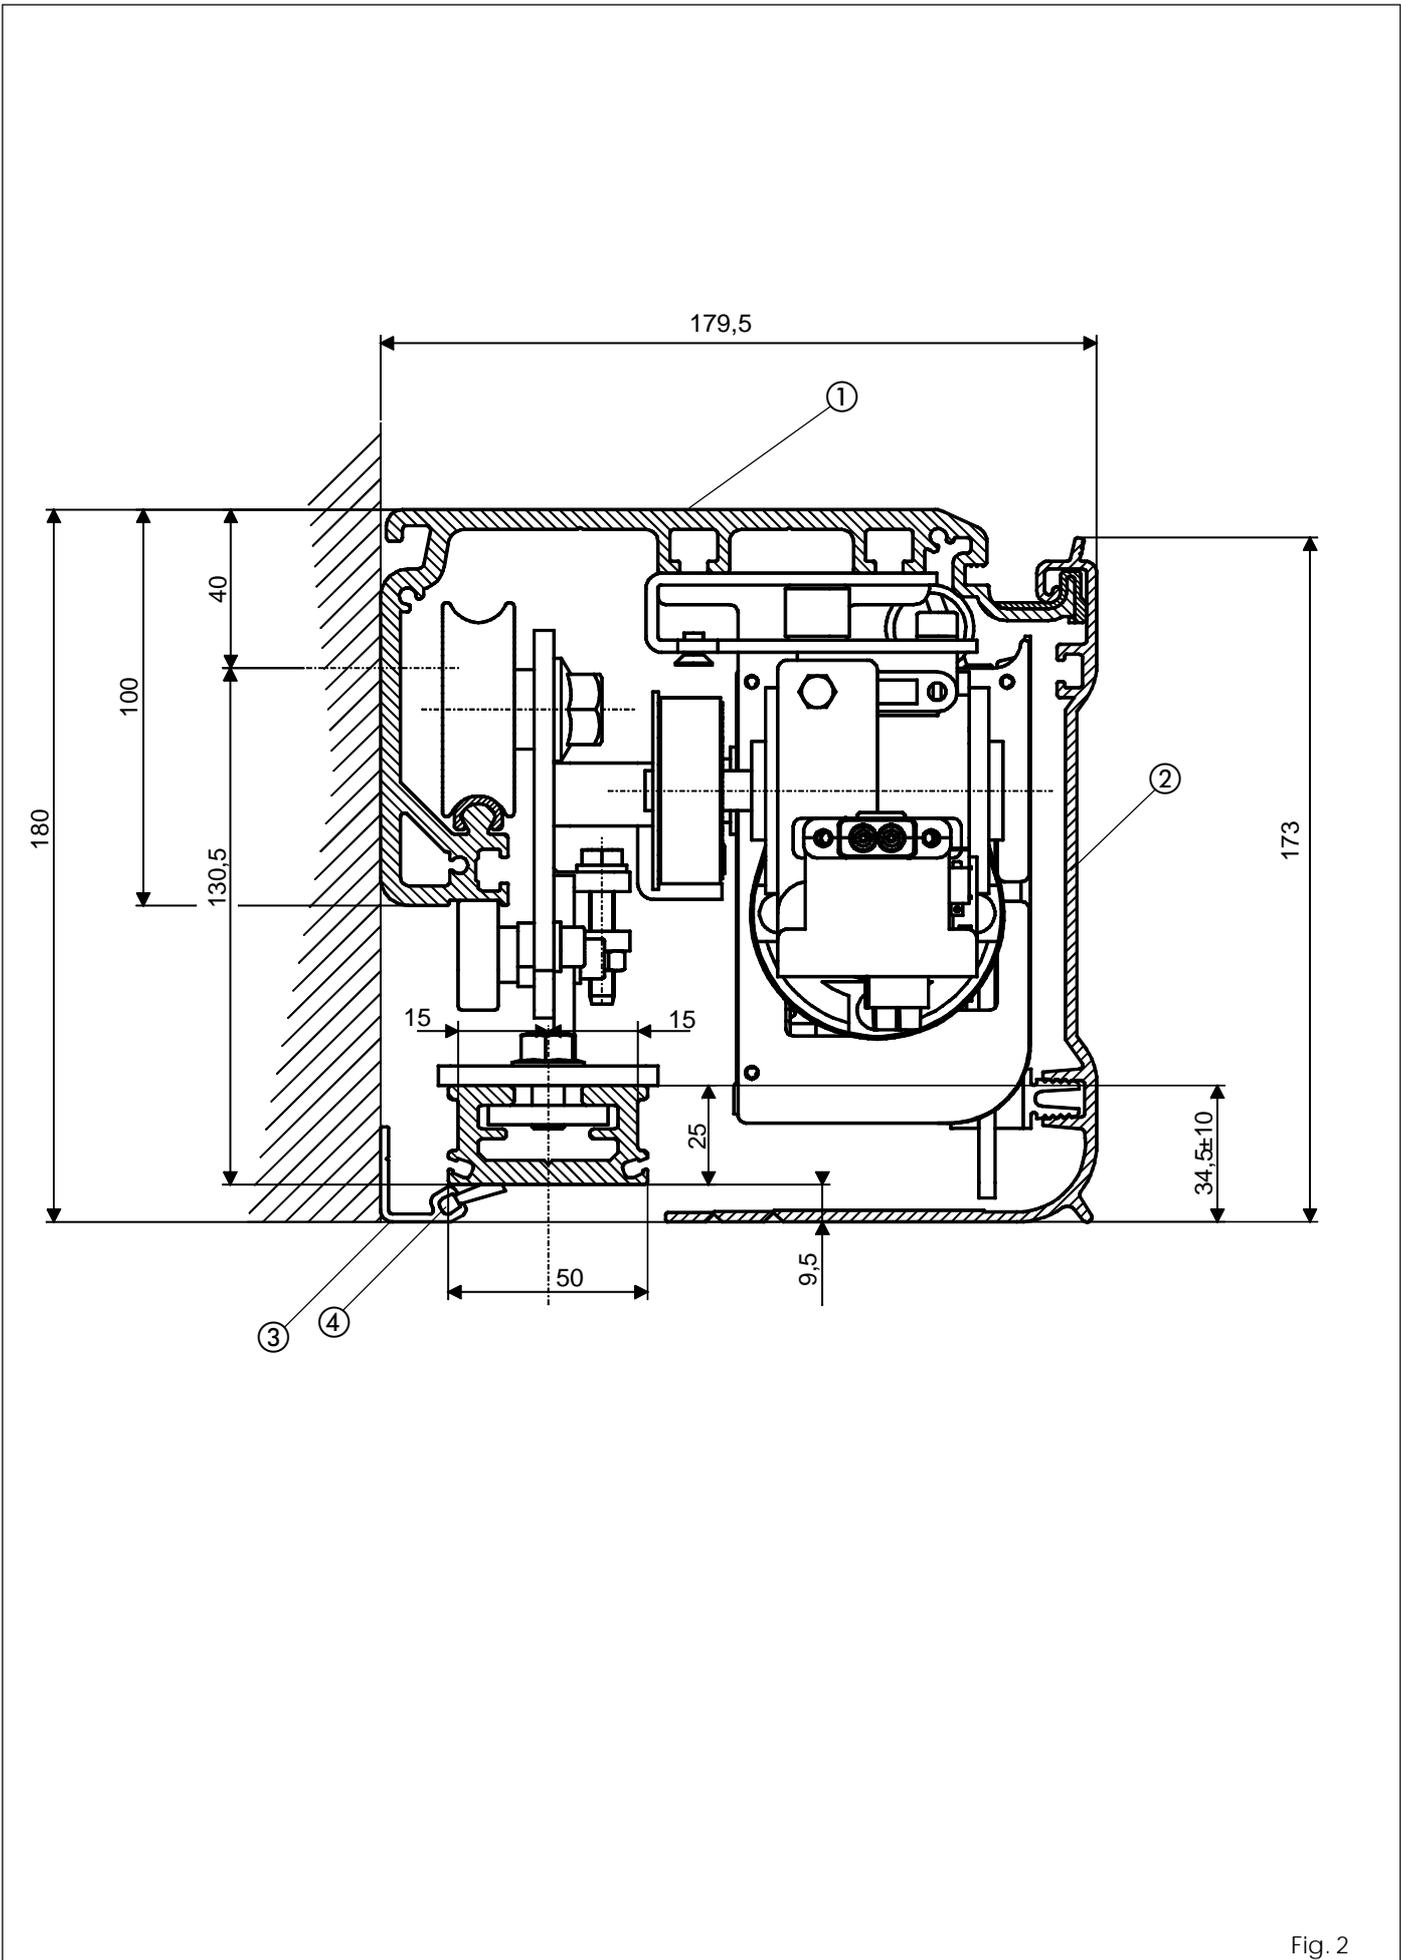

Fig. 2
Profilo SM (fig. 2 rif. ①)
Carter frontale (fig. 2 rif. ②)
Profilo di chiusura (fig. 2 rif. ③)
Spazzolino per profili di chiusura (fig. 2 rif. ④)